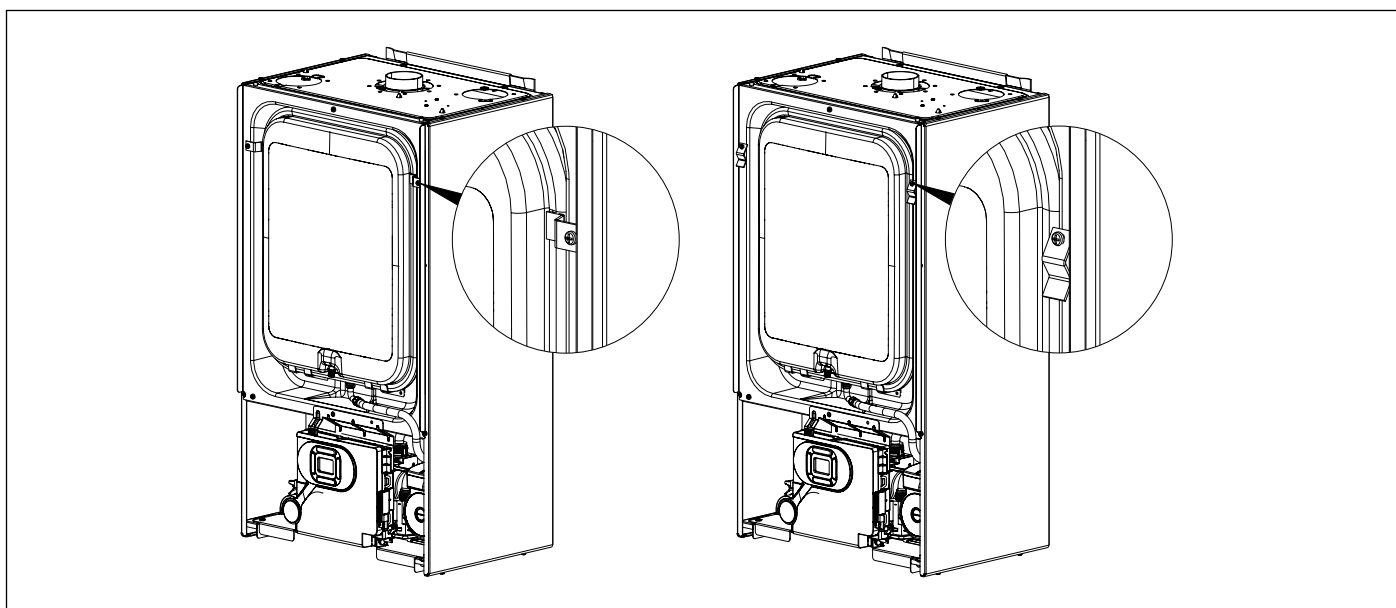
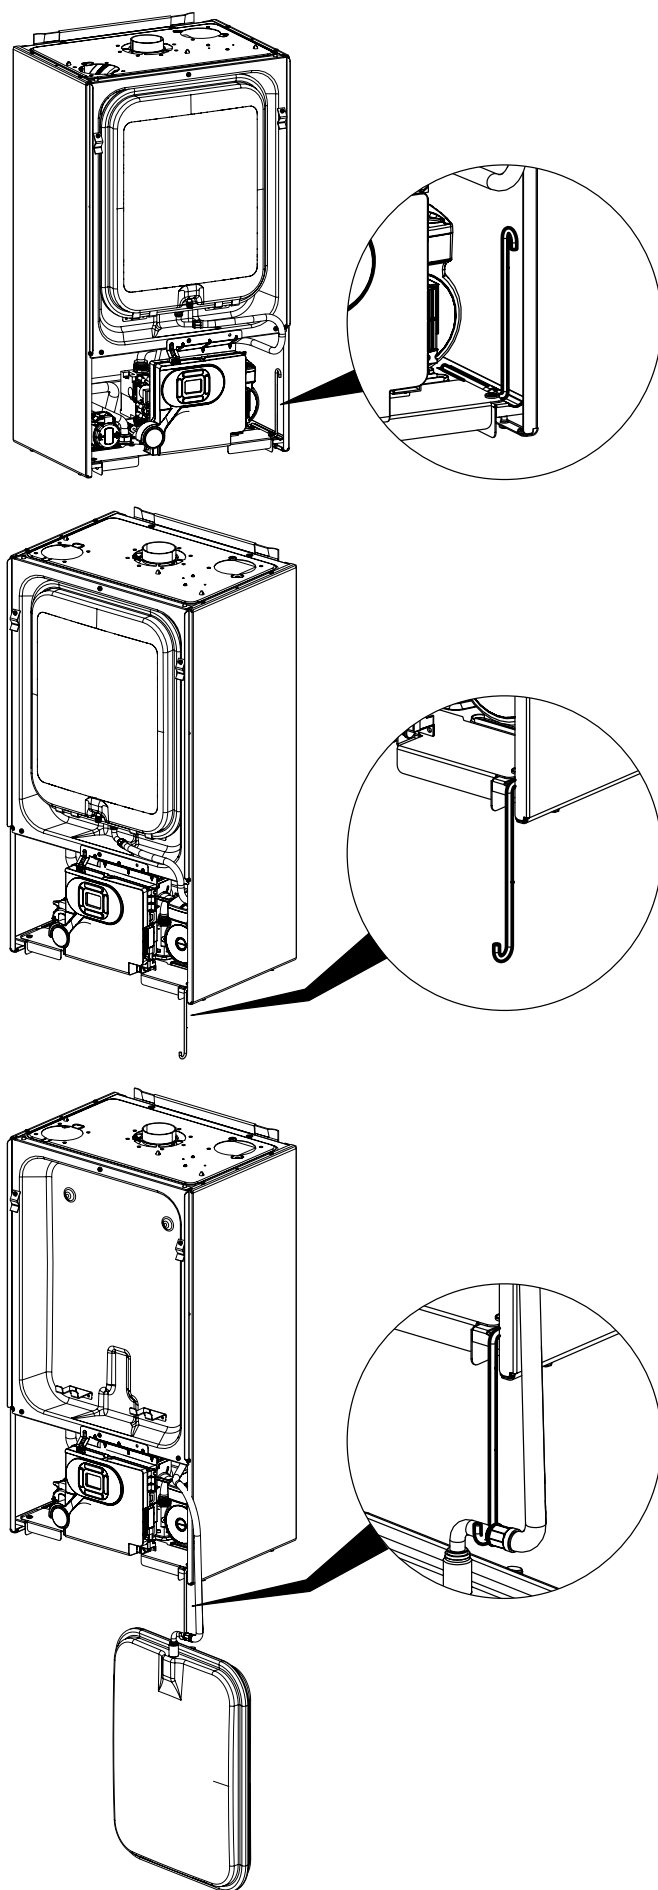
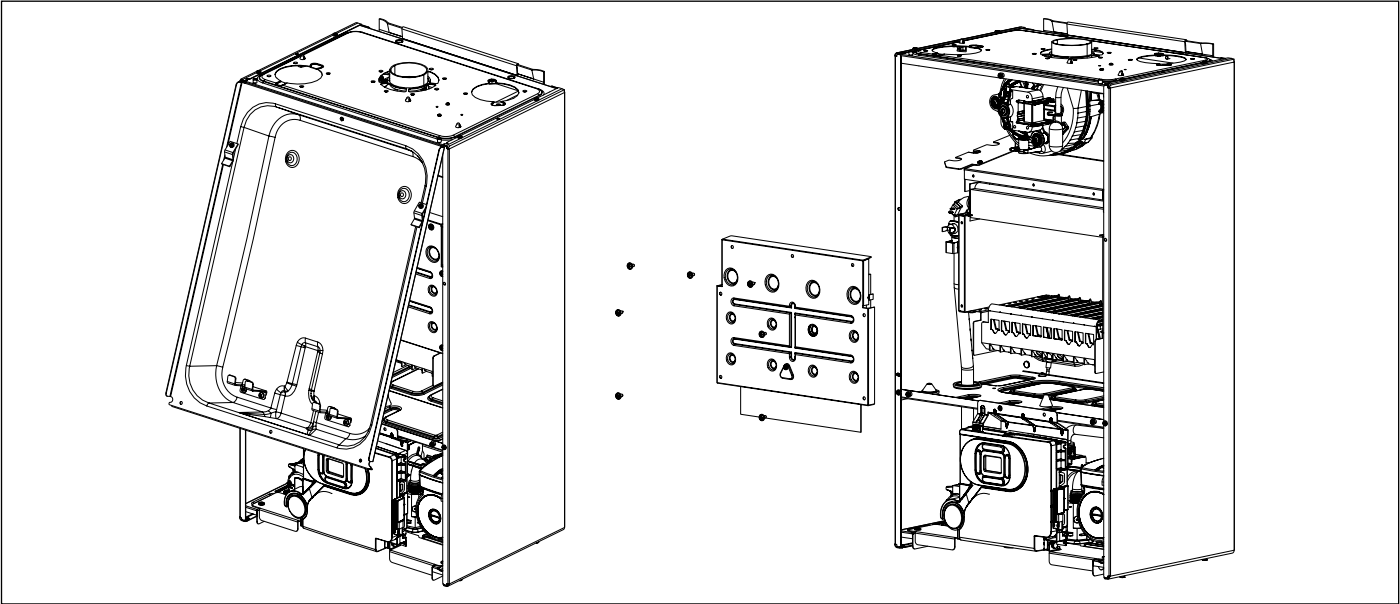

Рис. 24 Демонтаж фіксаторів розширювального баку
Рис. 25 Скоба кріплення розширювального бака
Рис. 26 Демонтаж камери згоряння
- Зняти передню панель герметичної камери, попередньо зняв розширювальний бак (дивись Рис. 24 Демонтаж фіксаторів розширювального баку; Рис. 25 Скоба кріплення розширювального баку та Рис. 26 Демонтаж камери згоряння).
- Зняти передню панель котла (дивись Рис. 26 Демонтаж камери згоряння).